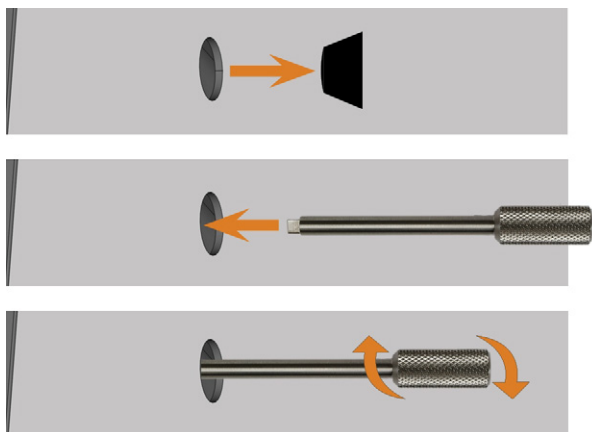

FIG. 35 – ИСПОЛЬЗОВАНИЕ КЛЮЧА ДЛЯ АВАРИЙНОГО ОТКРЫТИЯ
2. Отключите предохранительную блокировку дверцы рабочей камеры, как показано на рисунке. (↗Рис.35 - на следующей странице):